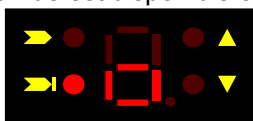

Figure 39
- Quand les conditions exigées pour l'activation sont remplies, l'afficheur à LED le signale pour informer les utilisateurs que la fonction de Override est disponible et requise (voir Figure 39).